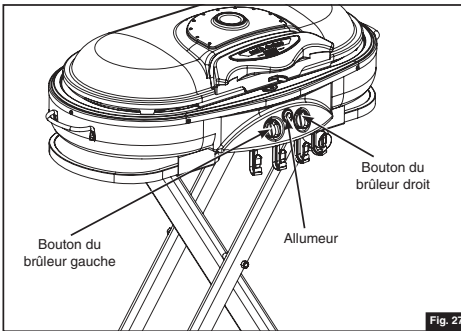

Fig. 27
1. Enfoncer et tourner la commande à HIGH/LIGHT (grand feu/allumage) et presser l'allumeur coup sur coup jusqu'à ce que le brûleur s'allume. (Fig. 27 et 28)